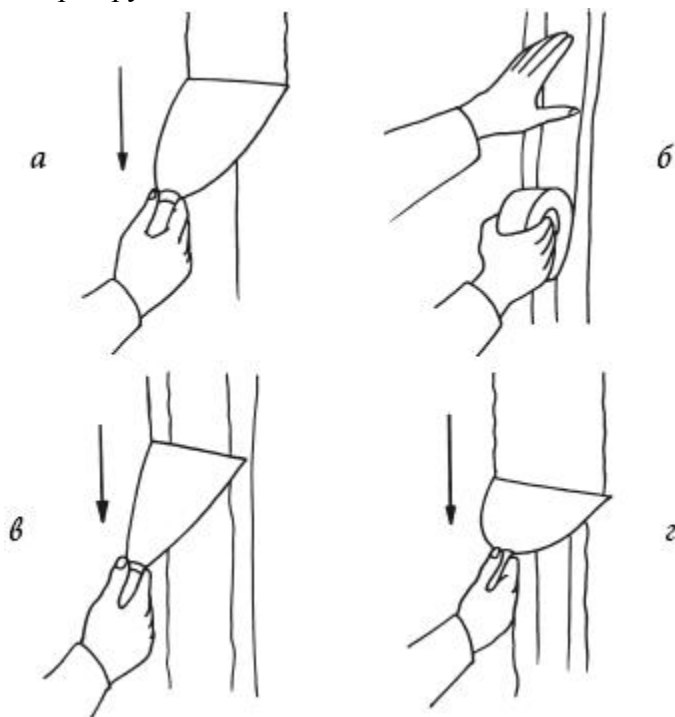

Рис. 19. Заделка швов между панелями
4. На стену наносят клей: если стена ровная – с помощью зубчатого шпателя сплошным слоем; если стена неровная – клей наносят на лист и на стену зубчатым шпателем так, чтобы полосы на стене были направлены перпендикулярно полоскам на листе утеплителя. При использовании термопанелей клей необходимо наносить только на изнаночную сторону панели, стены смазывают клеем, если они очень неровные. Плитку утеплителя плотно прижимают к стене по всей площади и после полного высыхания клея фиксируют пластмассовыми дюбелями. Шляпки крепежей должны быть утоплены в плитку утеплителя на 1 – 2 мм. Некоторые виды утеплителя (например, термопанели) не требуют дополнительного закрепления на дюбели. Вертикальность расположения плит проверяют с помощью отвеса и горизонтального уровня. При сильном перепаде неровностей стены клей наносят более толстым слоем там, где больше западание стены от вертикали. Во время приклеивания плитки ее вертикальность обеспечивают различной степенью прижатия к основанию в разных участках утеплителя. Швы между панелями необходимо устраивать с перевязкой, не допуская примыкания друг к другу четырех углов разных листов утеплителя. Все швы заделывают армирующей шпаклевкой и армирующей лентой (рис. 19).